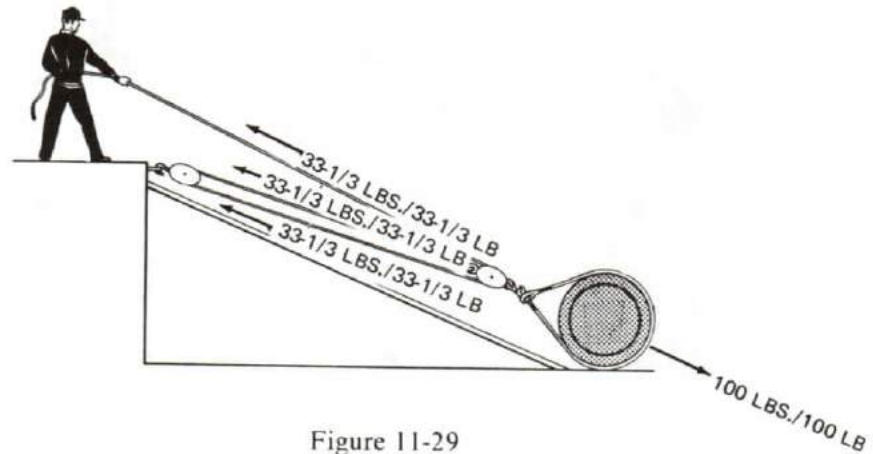

Figure 11-29
3. Suppose we now add another block to the system. There are now three parts exerting enough force on block B to produce 100 lbs and lift the cask. Therefore, each part must be exerting enough force to lift $33\frac{1}{3}$ -lbs. Now since we are only pulling $33\frac{1}{3}$ -lbs worth, our effective effort has been trebled ($3 \times 33\frac{1}{3} = 100$), so the mechanical advantage is 3. See Figure 11-29.
3. Supposons que l'on ajoute maintenant une autre poulie au dispositif: trois points appliquent maintenant sur la poulie B une force suffisante pour exercer un effort de 100 livres qui soulève la barrique. Donc, chaque câble doit exercer un effort suffisant pour soulever $33\frac{1}{3}$ livres. Puisque l'on ne tire maintenant que $33\frac{1}{3}$ livres sur la partie du cordage que l'on a en main, notre effort effectif se trouve triplé ($33\frac{1}{3} \times 3 = 100$) et l'on peut dire que l'on a une démultiplication de trois (voir la figure 11-29).